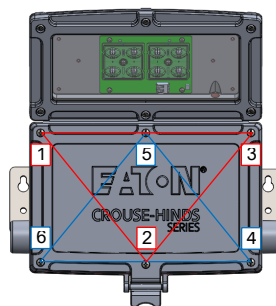

Figura 2
- Cierre todas las entradas sin usar del conducto con los tapones de conducto proporcionados. Para evitar rozaduras y garantizar una impermeabilidad absoluta, lubrique los tapones de conductos con el lubricante HTL de la serie Crouse-Hinds de Eaton antes de la instalación, y asegure firmemente con la llave inglesa con al menos cinco (5) roscas completas acopladas 56,9-70,5 N-m para 1,90 cm (42-52 lb-ft para 3/4 in).
- Siga el patrón de apriete de los tornillos, consulte la Figura 2. Apriete el tornillo cautivo de cierre a 2,59 N-m (23 lb-in) (2,6 N-m). Asegúrese de que los seis (6) toques de compresión de la puerta del accionador estén en contacto con la cubierta.